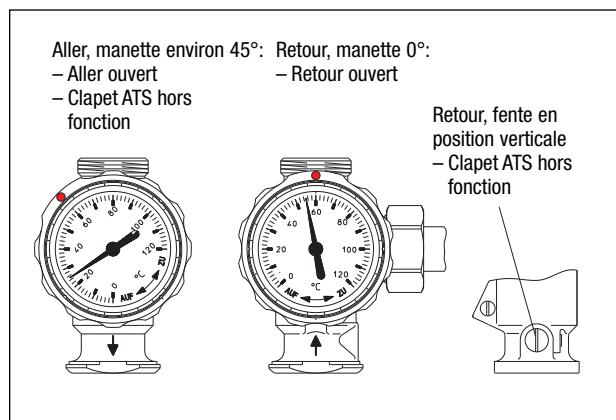
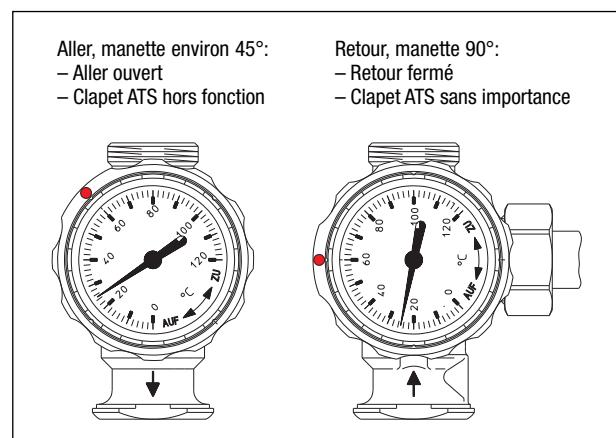
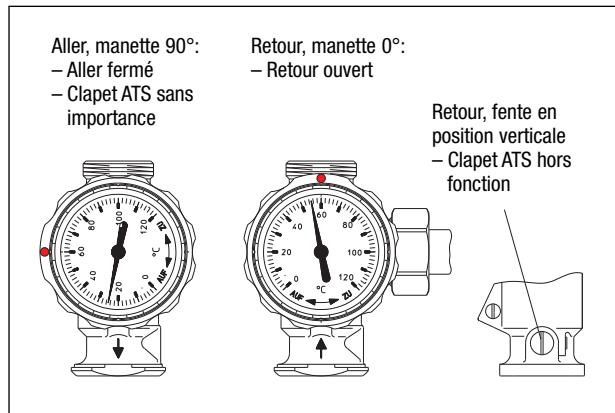
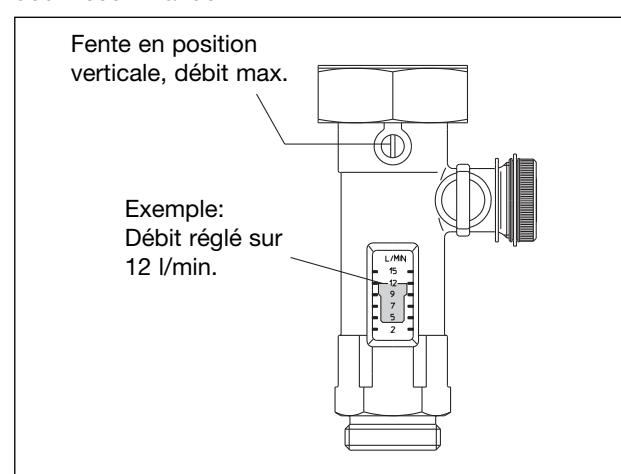

Fig. 17: Position des robinets à tournant sphérique
Fig. 20: Position des robinets à tournant sphérique
Fig. 21: Position des robinets à tournant sphérique
Fig. 26: Débitmètre avec vis de réglage
- Positionner les robinets à tournant sphérique et le clapet ATS (1) et (2) comme illustré (voir fig. 17).
- Fermer le robinet de vidange et de remplissage à tournant sphérique latéral (6) du débitmètre.
- Le robinet à tournant sphérique pour le réglage au débitmètre doit être complètement ouvert (fente en position verticale, voir fig. 26).
- Actionner la pompe de remplissage (20).
- Après avoir atteint la pression d'essai au manomètre (8), fermer le robinet de vidange et de remplissage à tournant sphérique (7).
- Positionner les robinets à tournant sphérique et le clapet ATS (1) et (2) comme illustré (voir fig. 20).
- Ouvrir le robinet de vidange et de remplissage à tournant sphérique (7) de l'ensemble de sécurité.
- Ouvrir le robinet de vidange et de remplissage à tournant sphérique latéral (7) du débitmètre.
- Faire tourner la pompe de remplissage jusqu'à l'évacuation complète des bulles d'air dans le bidon (22). Ce procédé peut prendre 30 à 45 minutes!
- Après avoir atteint la pression souhaitée, fermer le robinet de vidange et de remplissage à tournant sphérique (7) de l'ensemble de sécurité (voir chapitre 4.5).
- Positionner les robinets à tournant sphérique (1) et (2) comme illustré (voir fig. 21). Le clapet ATS sur le retour doit être activé! (Fente en position horizontale)
- Ouvrir le robinet de vidange et de remplissage à tournant sphérique latéral (6) du débitmètre.
- Actionner la pompe de remplissage (20) et mettre le clapet ATS sur le retour hors service peu après (mettre la fente en position verticale, voir fig. 21).
- Faire tourner la pompe de remplissage (20) pendant environ 20 secondes.
- Fermer les robinets de vidange et de remplissage à tournant sphérique (7) et (6) et déclencher la pompe de remplissage.